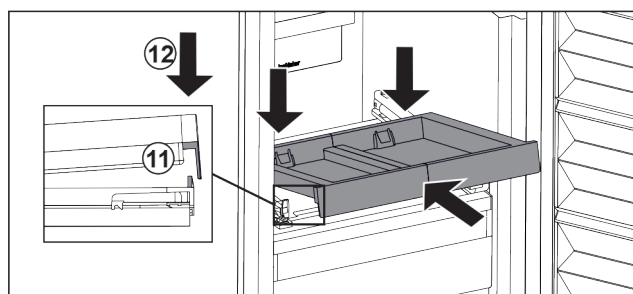

Fig. 104
- Wsun3c pod skosem. Zwr3ci3 uw3g3, aby ogranicznik znajduwa3 si3 po obu stronach za nak3adk3. Fig. 104 (11)
- Osadzi3 wyszwan3 p3tk3 z przodu. Fig. 104 (12)